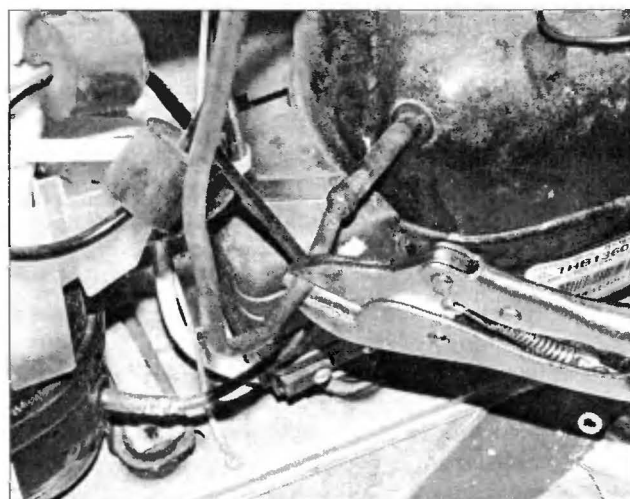

Рис. 2.1.13
- с помощью обжимных клещей пережимают операционный патрубок компрессора (рис. 2.1.13);